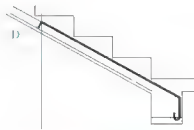

图 5.81 绘制 4 号负弯矩筋
(7) 重复【多段线】命令, 依照参照线绘制 4 号负弯矩筋, 注意钢筋钩的包含角为 “-180°”, 结果如图 5.81 所示。